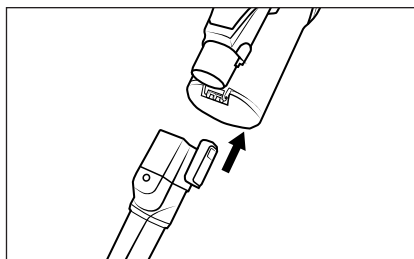

Fig. 14
- Utilize o bocal de escova redonda ①④ com as suas cerdas duras para sujidade muito entranhada em tapetes rústicos ou interiores de automóveis muito sujos. O acessório de escova pode ser removido do bocal para, p. ex., aspirar elementos arredondados ou compartimentos de suporte em automóveis.
- ◆ Coloque o acessório no tubo de aspiração ②④ ou na abertura de aspiração do aparelho, encaixando-o até ouvir um estalido (ver fig. 14). Tenha atenção à posição correta do bloqueio.